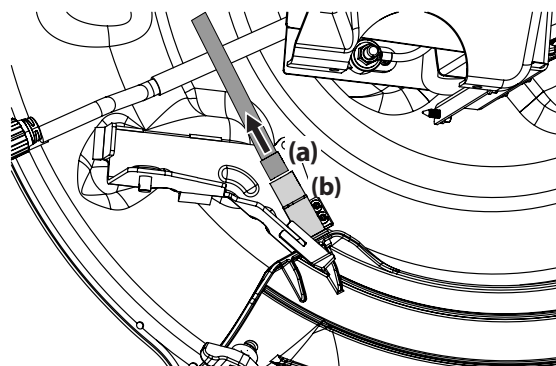

Figura 20
6. Desconecte el conector del cable (a) del interruptor de seguridad (b) de la parte trasera del canal de descarga. Consulte la Figura 20.
3. Conecte el conector del cable (a) en el interruptor de seguridad (b) de la parte trasera del canal de descarga. Consulte la Figura 20.
**Nota:** Asegúrese de reconectar el conector del cable al interruptor de seguridad en la Figura 20; el montable no funcionará si el interruptor de seguridad no está correctamente conectado.